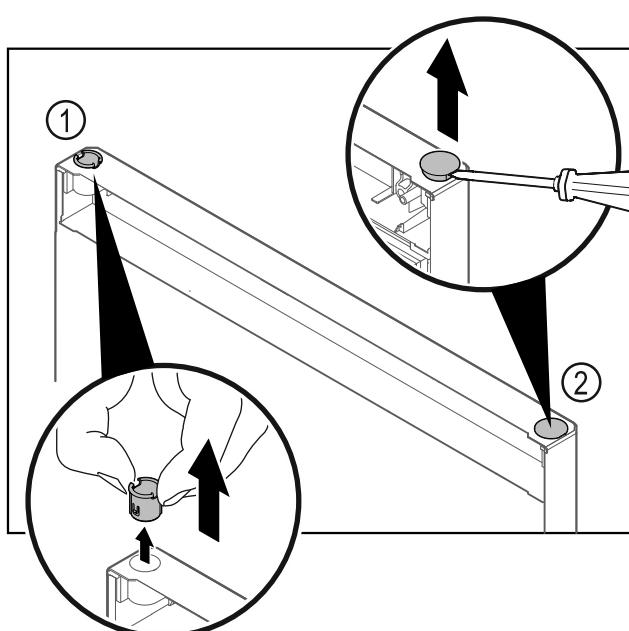

Fig. 39 Πόρτα τημάτως κατάψυξης
► Τραβήξτε έξω την υποδοχή μεντεσέ Fig. 39 (1) με τα δάχτυλα.
► Ανασηκώστε προσεκτικά την τάπα Fig. 39 (2) με ένα ίσιο κατσαβίδι και τραβήξτε την έξω.